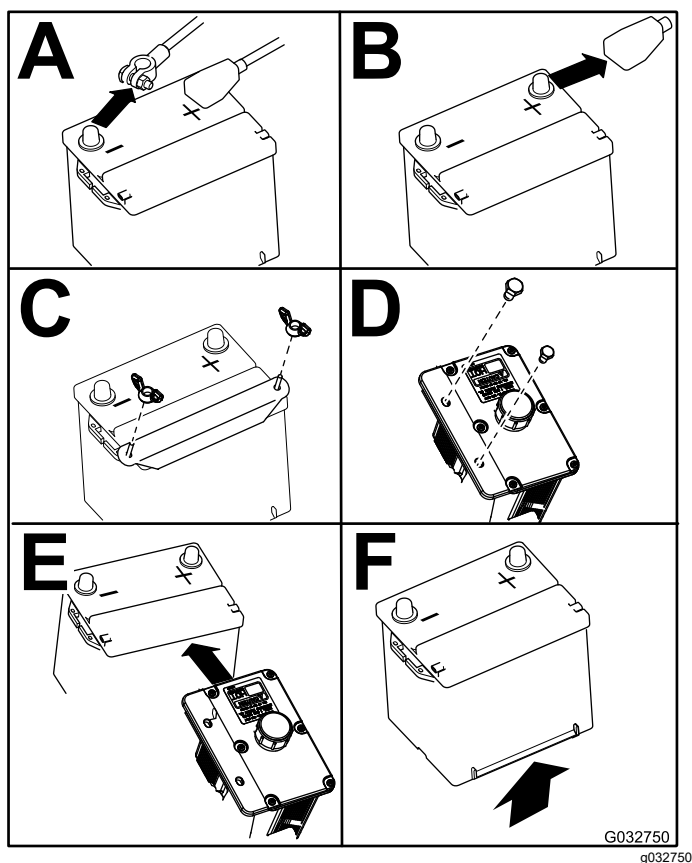

Рисунок 72
4. Снимите аккумулятор, как показано на Рисунок 72.